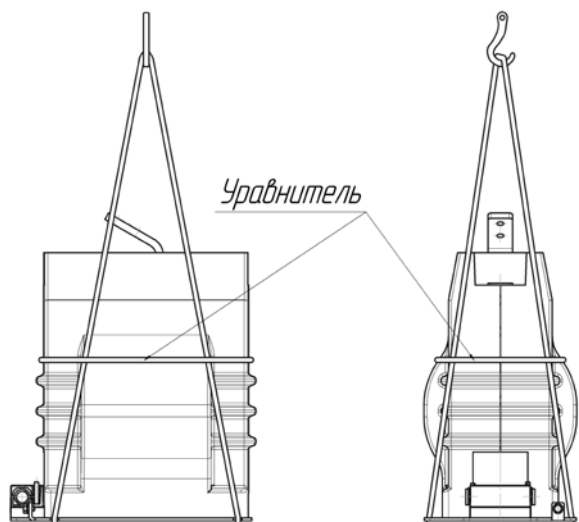

Рис. 1 – Схема строповки
8.3.1 При проведении такелажных работ по схеме строповки без упаковки (рис. 1), стропы должны иметь резиновую или иную мягкую оболочку, не повреждающую поверхность трансформаторов, а также, обязательным требованием является наличие на стропах уравнивателя, исключающего опрокидывание трансформатора.